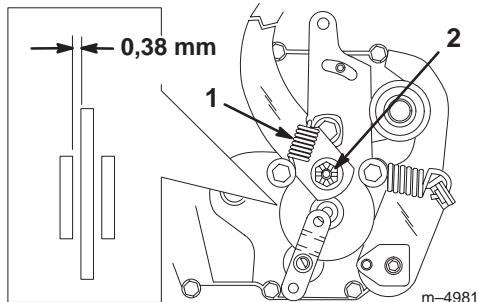

Bild 21
Die Feststellbremse befindet sich an der rechten Seite der Hinterachse im Hinterreifen (Bild 21). Wenn die Feststellbremse den Traktor nicht sicher hält, muss diese eingestellt werden.
2. Entfernen Sie die Bremsarmfeder (Bild 21).
3. Entfernen Sie den Splint, mit dem die Bremseinstellmutter abgesichert wird und lockern Sie die Mutter (Bild 21).
4. Schieben Sie eine 0,38 mm Fühlerlehre zwischen die Bremsplatte und die Bremsbacke (Bild 21).